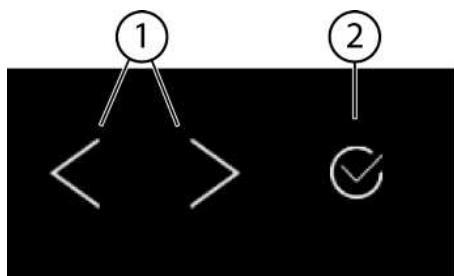
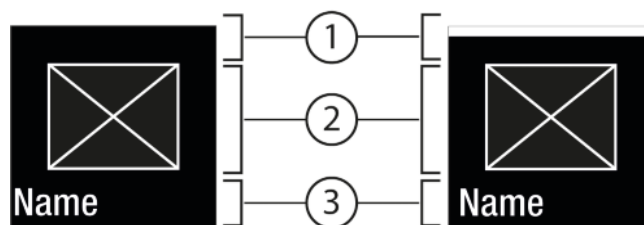
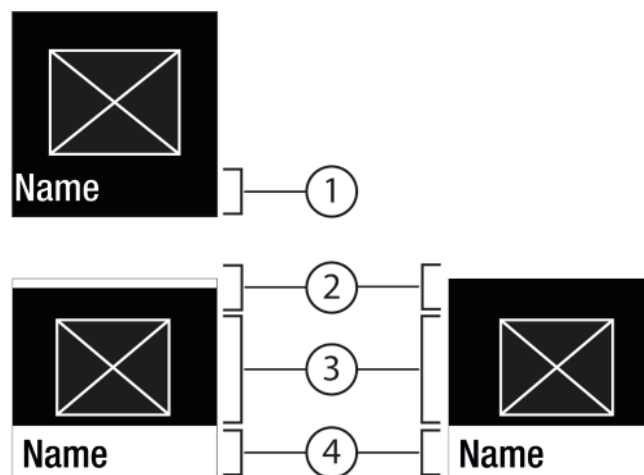

Fig. 5
Fig. 6
Fig. 7
- (1) Навигационная стрелка влево / вправо
(2) Подтвердить
Навигационная стрелка влево / вправо Fig. 5 (1):
Подтвердить Fig. 5 (2):
- Навигация при помощи навигационной стрелки влево / вправо Fig. 5 (1).
- С помощью Подтвердить Fig. 5 (2) активировать Fig. 6 (1) / деактивировать Fig. 6 (1) функцию / настройку.
- Навигация при помощи навигационной стрелки влево / вправо *Fig. 5 (1)*.
- С помощью Подтвердить *Fig. 5 (2)* вызвать Подменю *Fig. 7 (4)*.
- Установка нового значения: С помощью Подтвердить *Fig. 5 (2)* выбрать деактивированное значение *Fig. 6 (1)*.
- Назад в меню: С помощью Подтвердить *Fig. 5 (2)* выбрать уже активированное значение *Fig. 6 (2)*.
- Навигационные стрелки *Fig. 5 (1)* нажимайте до тех пор, пока не появится индикация функции.
- Нажмите на Подтвердить *Fig. 5 (2)*.
- С помощью навигационных стрелок *Fig. 5 (1)* выберите значение настройки.
- ▷ Состояние: активировано *Fig. 6 (1)* появляется ненадолго в Подменю *Fig. 7 (4)*.
- Нажимайте навигационные стрелки *Fig. 5 (1)* до тех пор, пока не появится индикация настроек .
- Нажимайте навигационные стрелки *Fig. 5 (1)* до тех пор, пока не появится индикация требуемой настройки.
- Нажмите и удерживайте в течение 3 секунд Подтвердить *Fig. 5 (2)*.